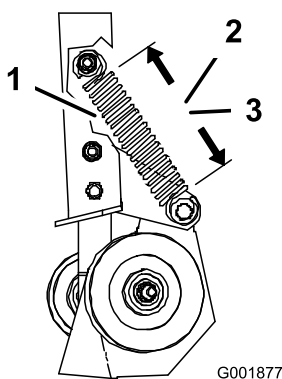
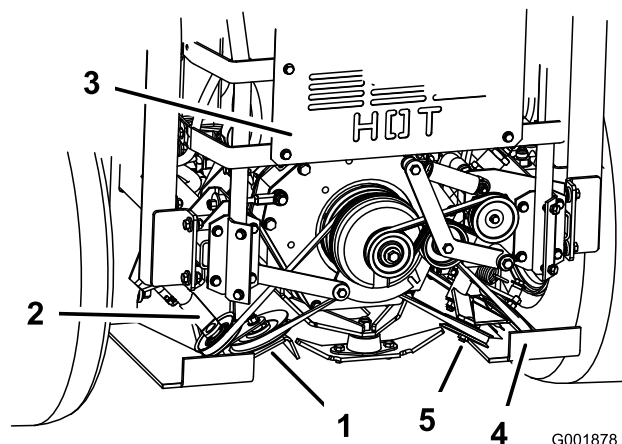

Figure 67
Figure 68
3. Mesurez la longueur du ressort. Vérifiez que les dimensions des spires du ressort sur la poulie de tension rappelée par ressort correspondent bien aux valeurs données ci-dessous (Figure 67 et Figure 68).
- Mesure du ressort gauche : $14,6 \pm 0,3$ cm ($5-3/4 \pm 1/8$ po) (Figure 67).
- Mesure du ressort droit : $14,0 \pm 0,3$ cm ($5-1/2 \pm 1/8$ po) (Figure 67).
4. Si le ressort n'est pas aux bonnes dimensions, desserrez l'écrou de fixation de la poulie de tension réglable pour pouvoir la déplacer dans la fente (Figure 68).
5. Relâchez la pression sur la poulie de tension rappelée par ressort (Figure 68).
6. Abaissez la poulie réglable dans la fente puis serrez l'écrou (Figure 68).
7. Vérifiez que les dimensions des spires du ressort sur la poulie de tension rappelée par ressort sont correctes (Figure 67).